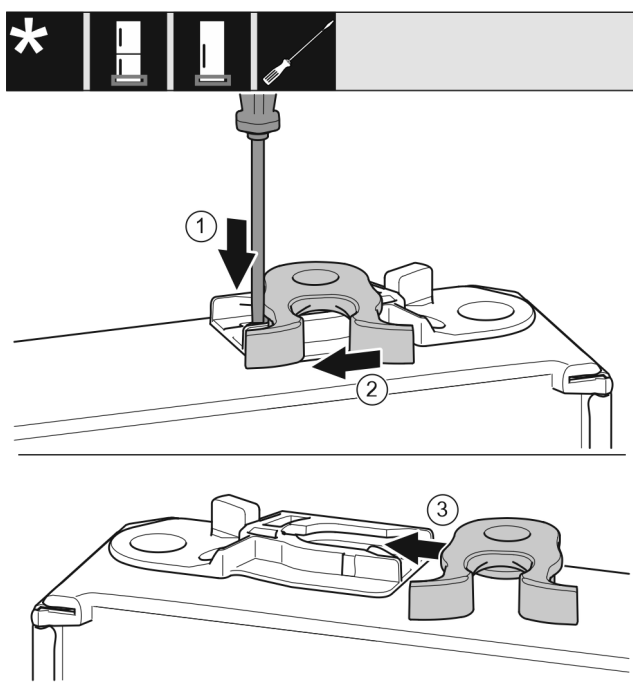

Fig. 23 *
- Nyomja le a fedőlemezt Fig. 23 (1) lapos csavarhúzóval.*
- Húzza ki a záróhorgot Fig. 23 (2) a vezetősínből.*
- Tolja be a záróhorgot Fig. 23 (3) a másik oldalon lévő vezetősínbe.*